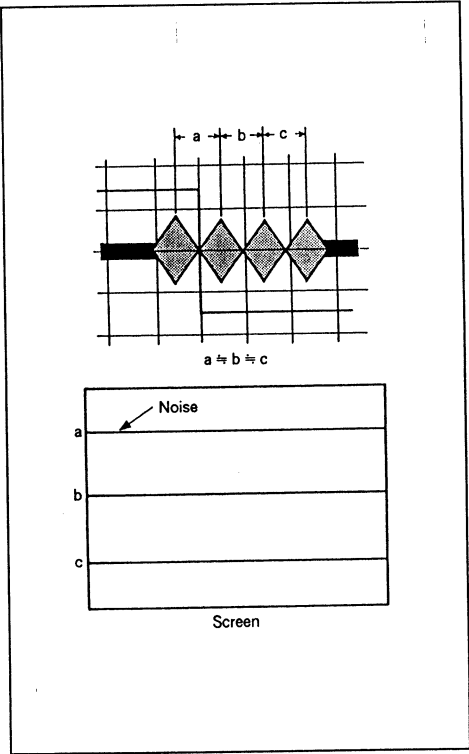

Abb. 2.41
- 3) Schalten Sie den Schalter "Shift" aus, schalten Sie in die Betriebsarten CUE und REV und überprüfen Sie, ob die Störungs-Spitzen der Signale gleichmäßig verlaufen. Falls dies nicht der Fall ist, führen Sie die Einstellung erneut durch, wie in 2.28.2 bis 2.28.4 beschrieben (siehe Abb. 2.41).